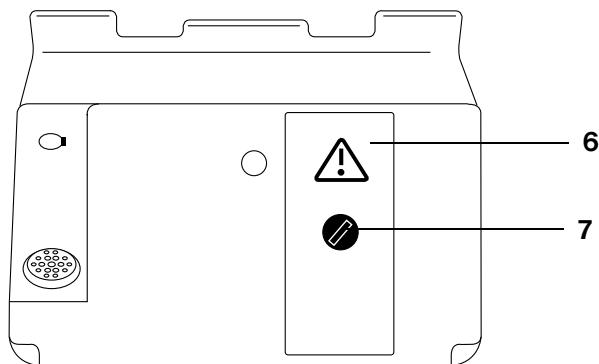

Abb. 3: Batteriefachdeckel
- Setzen Sie den Batteriefachdeckel **6** (siehe Abb. 3), mit dem Schaumstoffstück nach unten zeigend, auf das Batteriefach.